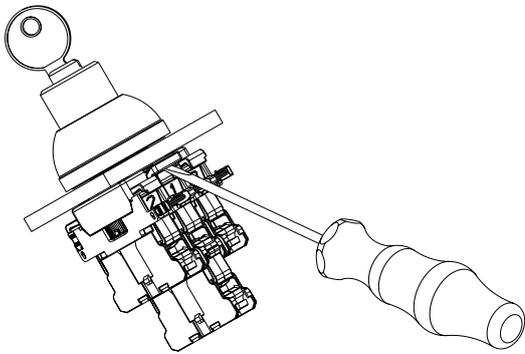

图4
1. 触点支架从安装法兰上拆下（见图4）：将螺丝刀插入安装法兰的闩锁中。沿着触点元件的方向稍微移动螺丝刀以向外按压闩锁。通过这种方式，触点支架从安装法兰中释放。然后在相反的一侧重复这个过程。